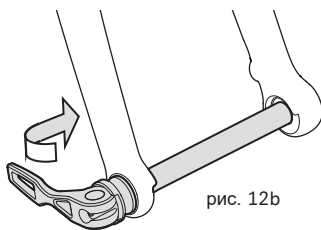

рис. 12b
5. Если Ваш велосипед оснащён стандартной осью **Cervélo Thru-Axle**, переместите ручку в положение ОТКРЫТО и расположите её в вырезе на оси (рис. 11а). Аккуратно поместите колесо между перьями вилки, убедившись что ротор находится между тормозных колодок, а отверстие для оси во втулке совпадает с отверстиями в дропаутах. Ручка на оси должна находиться с правой части велосипеда. Вставьте ось через дропаут в отверстие для оси на втулке до касания её противоположного дропаута. Визуально убедитесь, что ось расположена правильно относительно дропаута и закрутите её по часовой стрелке (рис. 12а). Затягивайте ось до полного закручивания резьбы в дропаут с левой стороны. Переместите ручку в положение ЗАКРЫТО (рис. 12b). Ручка должна быть параллельна перу вилки, изгиб ручки должен быть направлен в сторону колеса.